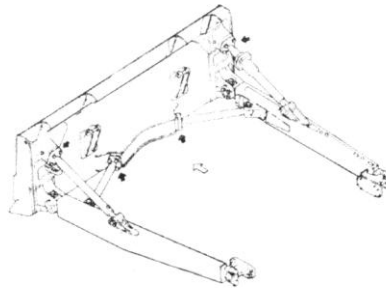

Рис. 3-10.
2) Регулировка прокладки (Рис. 3-10 ... 3-11).